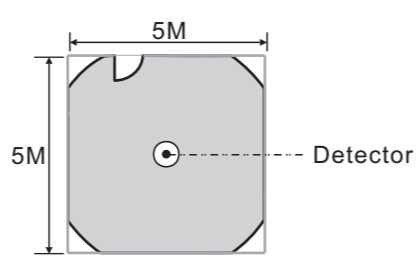
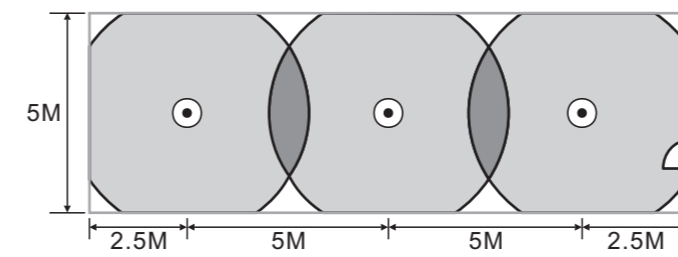

FIG.3
FIG.5
3.3.1 Área de detección a una altura de 2,5M (Ver FIG.3 - FIG.5)